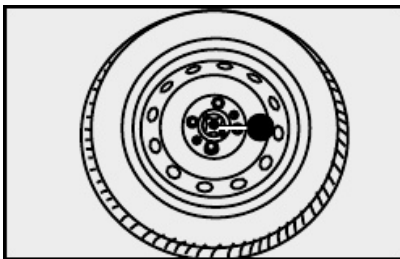

fig. 15
15) colocar a roda substituída no compartimento da roda sobressalente fixando-a com o dispositivo de bloqueio **fig. 5** (Strada Fire) ou **fig. 15** (Palio Fire e Siena Fire).